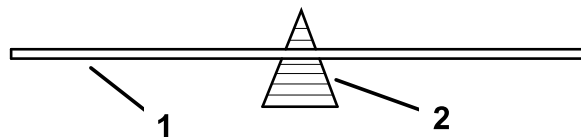

Figura 39
2. Apenas para lâminas retas, verifique o equilíbrio da lâmina colocando-a num equilibrador de lâmina (Figura 39).